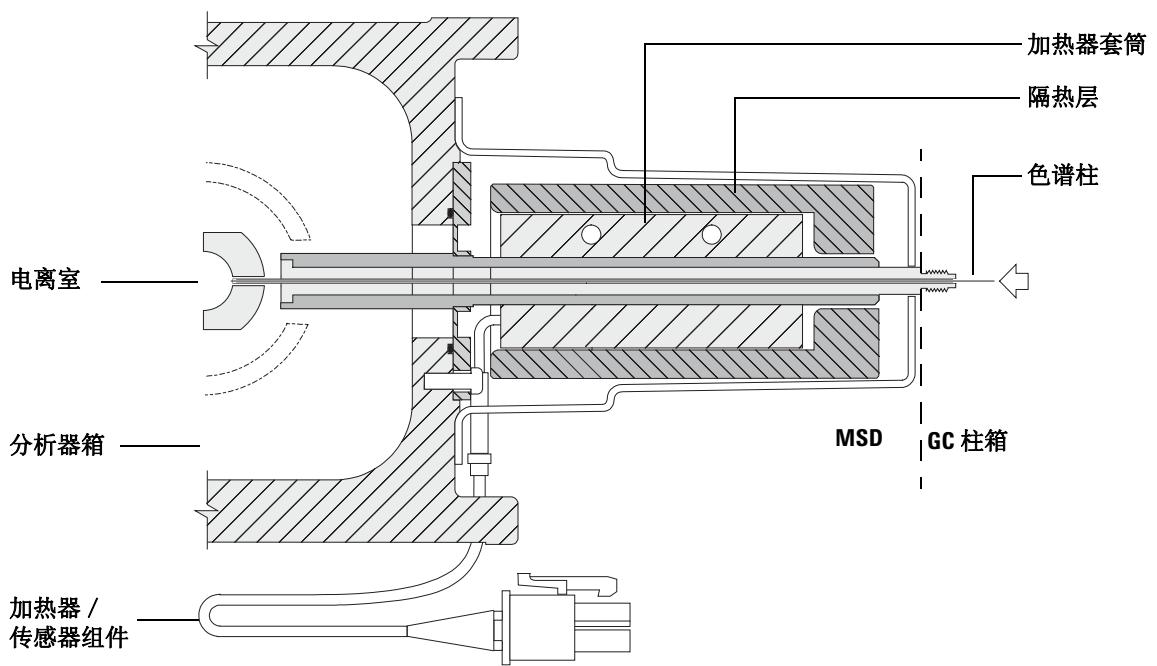

图 12 EI GC/MSD 接口
GC/MSD 接口（图 12）是插入到 MSD 中用于毛细管色谱柱的加热管道。它由螺栓固定于分析器箱的右侧，并带有 O 形环密封垫。GC/MSD 接口还具有保护壳，此壳应保留在原来的位置。
- 3 在设定值字段中键入所需的源和四极杆（质量过滤器）温度。有关推荐的设定值，请参阅位于第 66 页的图 12。